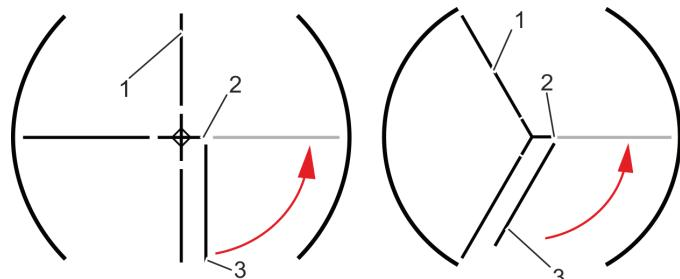

Рис. 46 Разблокировка створки (четыре и три створки)
1. Разблокировать фиксатор на створке (рис. 46/3), повернув ручку на крестовине (рис. 46/2) в сторону.
Один человек должен держать створку у входа (рис. 46/1).
3. Переместить створку (рис. 46/2) в направлении, указанном стрелкой на рис. 46.